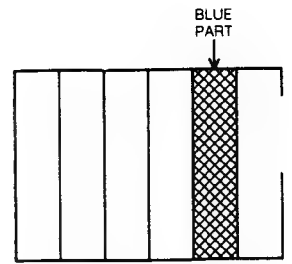

Fig. 2
- Widerstand 3153 so einstellen, dass die schwarzen Striche im blauen Teil des Farbbalkens verschwinden (siehe Bild 2).
- Adjust resistor 3153 until the black stripes in the blue section of the colour bar disappear (see Fig. 2).